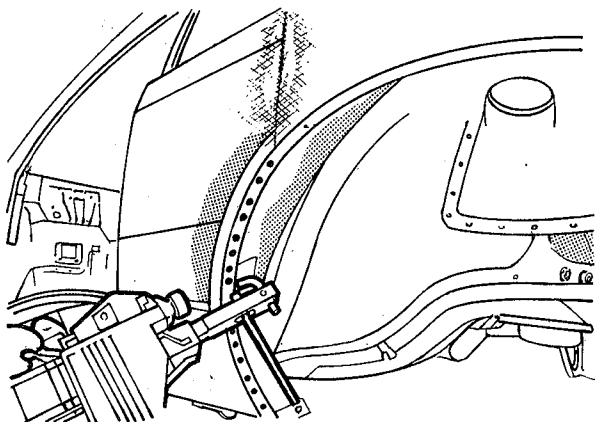

fig. 148
10. Soldar a ponto o novo painel à aba da coluna "B", abertura da janela e caixa da roda (fig. 148)